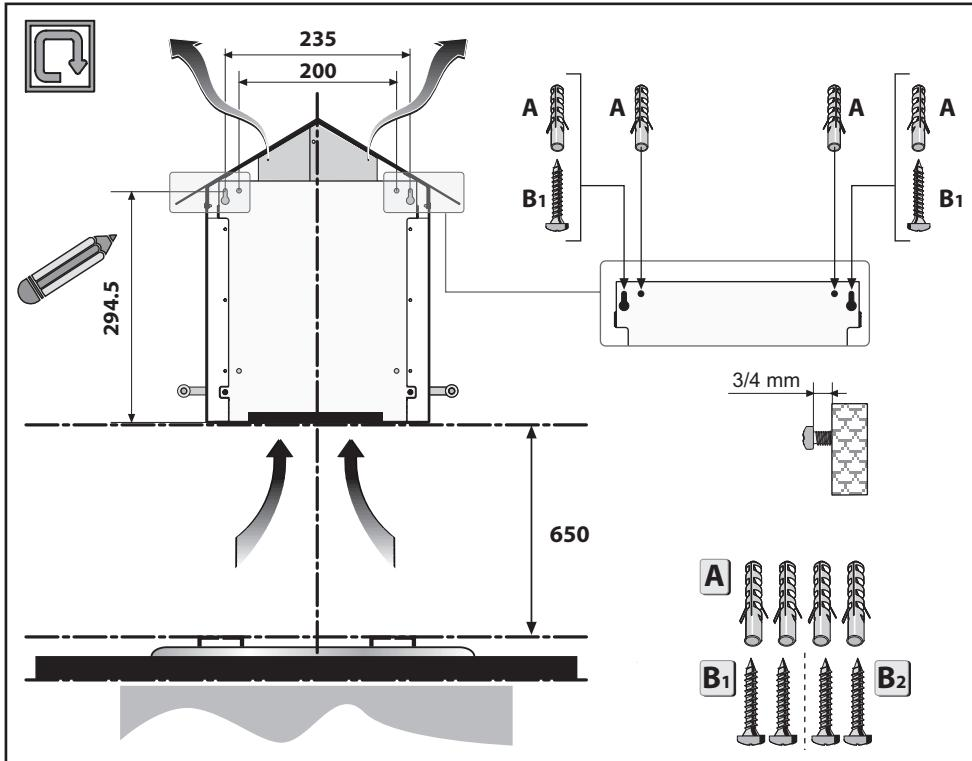

Fig.1
Leggere attentamente il contenuto del presente libretto in quanto fornisce importanti indicazioni riguardanti la sicurezza di installazione, d'uso e di manutenzione. Conservare il libretto per ogni ulteriore consultazione. L'apparecchio è stato progettato per uso in versione filtrante (riciclo aria all'interno - Fig.1)
Prima di effettuare l'installazione della cappa al muro controllate le misure indicate in Fig.1, tenendo conto della distanza minima dal piano di cottura.
- Segnare ed eseguire i 4 fori di fissaggio (**Fig.1**).
- Fissare i 4 tasselli **A** ad espansione e le 2 viti **B1** senza avvitarle completamente **Fig.1**.
Die Anleitung für eventuelle zukünftige Konsultationen aufbewahren. Das Gerät wurde zum Gebrauch in Filtrationsversion (innerer Luftumlauf - Abb.1).